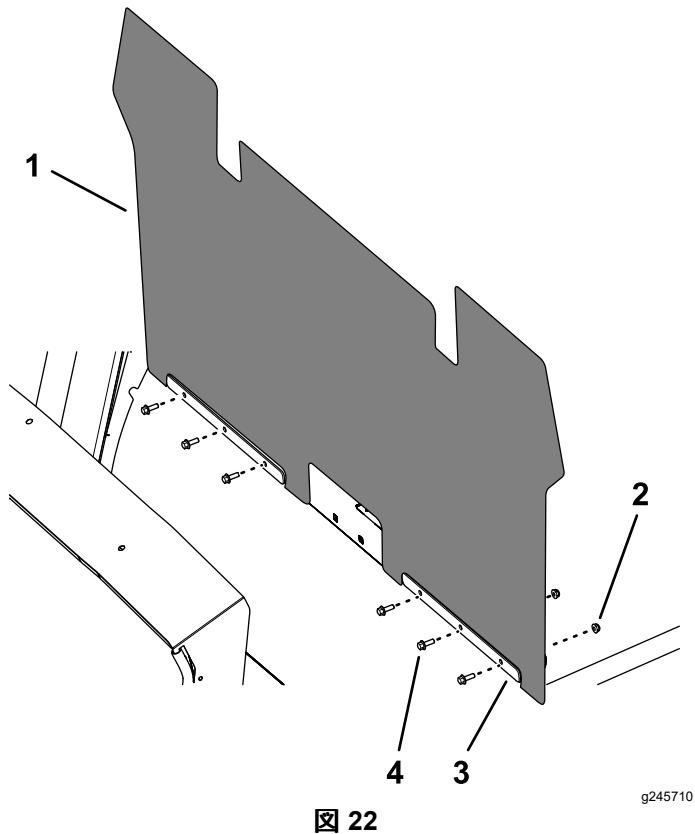

図 22
- 内側フェンダとフェンダストラップを取り付ける六角ヘッドフランジボルト $\frac{1}{4} \times \frac{3}{4}$ " 6本とフランジナット $\frac{1}{4}$ " 6 個を使って図 22 のように取り付ける。